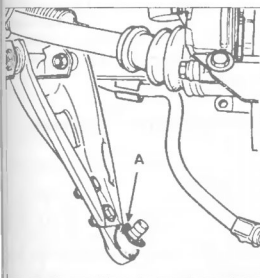

Рис. 6.5
**Внимание!** Обеспечьте наличие пластмассовой защитной шайбы **A** на пальце шаровой опоры (рис. 6.5).